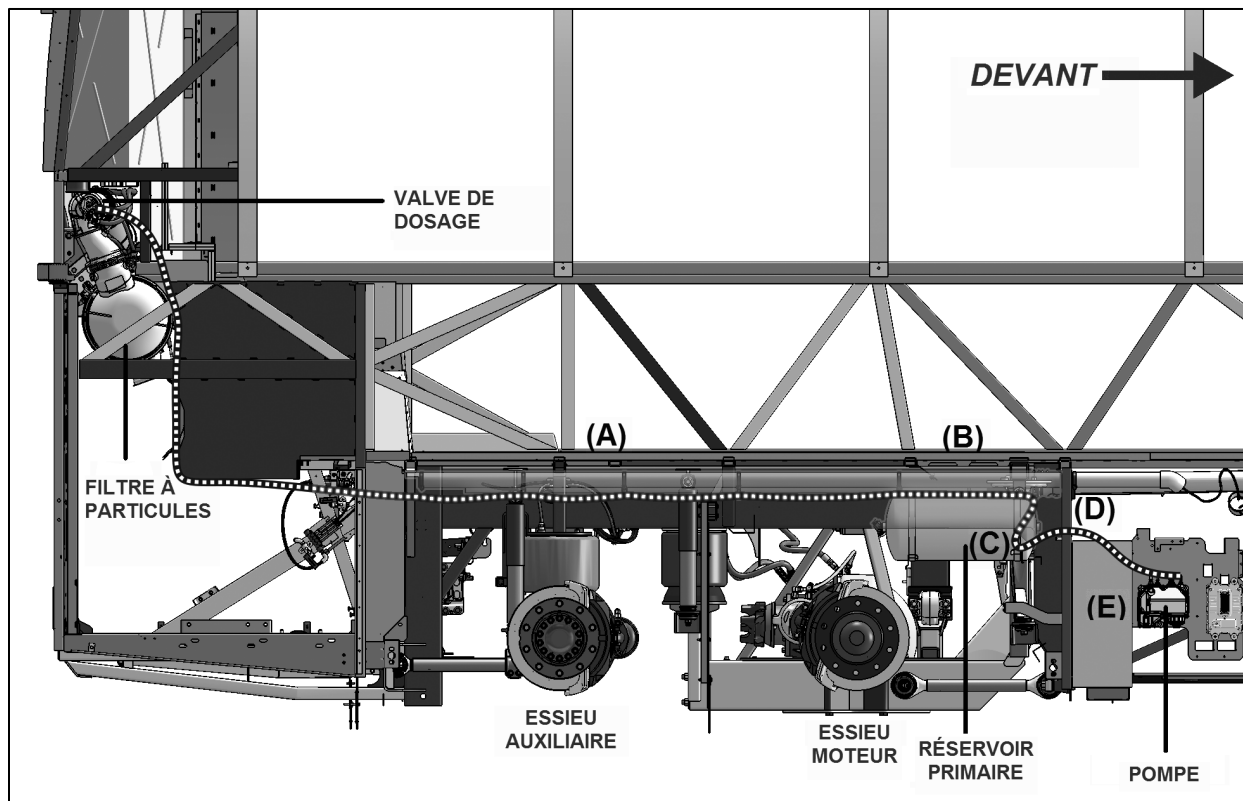

Figure 1 :Vue de côté du tracé du boyau.
(Se référer à la figure 1) Dans la zone au dessus des essieux arrières, le boyau sera fixé en dessous des tubes de PVC (A), jusqu'au réservoir primaire (B), puis en dessous du longeron de chassis entre le garde boue et le muret du compartiment condenseur (C), et à travers le muret du compartiment condenseur (D), jusqu'à la pompe de FED (E).